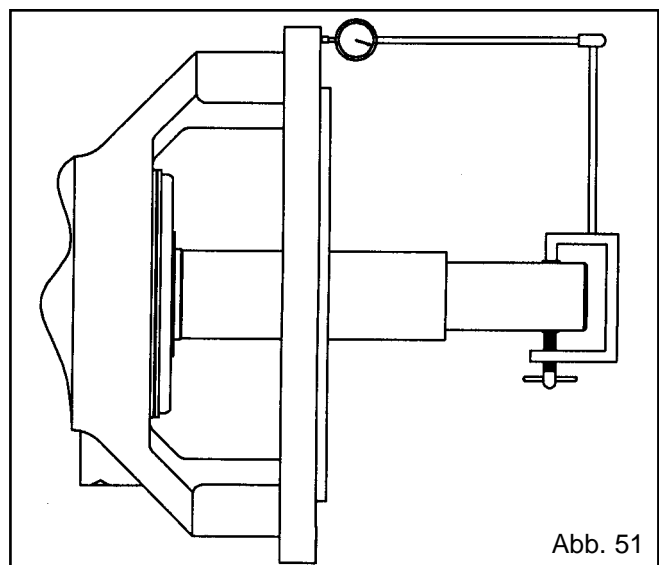

Abb. 51
24. Den Rundlauf der Lagerrahmenoberfläche (228) wie folgt überprüfen:
- a. Die Meßuhr, wie auf Abb. 51 gezeigt, an der Welle (122) anbringen.
- b. Die Welle (122) so drehen, daß sich der Anzeiger um 360 Grad entlang der Lagerrahmenoberfläche (228) mitdreht. Wenn die Gesamtablesung mehr als 0,08 mm beträgt, die Ursache suchen und beheben.